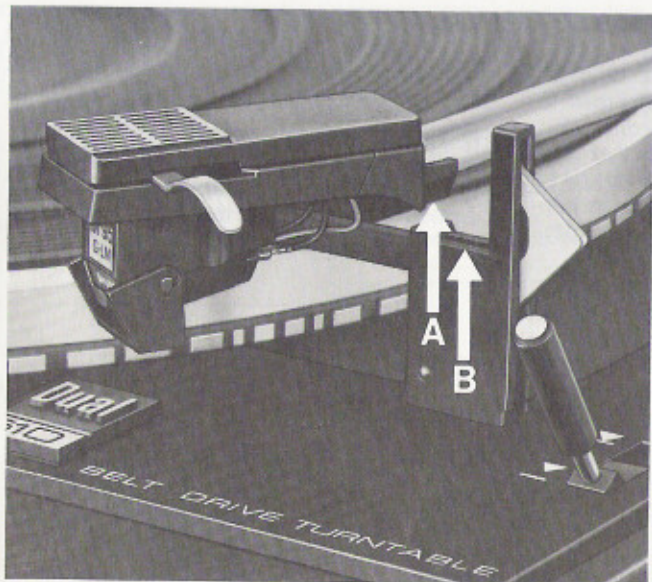

Fig. 18
Der Tonarm ist ausbalanciert, wenn Kante "A" des Tonarmkopfprofils und Kante "B" der Tonarmstütze auf gleicher Höhe sind (Fig. 18), oder wenn der Tonarm sich nach Antippen in vertikaler Richtung wieder von selbst in die horizontale Lage einpendelt, d.h. weder oben anstößt noch unten auf der Tonarmablage aufliegt. Beim Ausbalancieren
The tonearm is exactly balanced when edge "A" of the tonearm head profile is at precisely the same height as edge "B" of the tonearm rest (Fig. 18), or when the tonearm tapped vertically, returns automatically to a horizontal position. When balancing the tonearm, the automatic mechanism must be dis-
Le bras de lecture est équilibré, lorsque le bord „A” du profil de la tête et le bord „B” du support du bras sont au même niveau (fig. 18), ou lorsqu'après une légère pression verticale exercée sur le bras, celui-ci revient de lui-même à la position horizontale, c'est-à-dire qu'au lieu de se soulever jusqu'à la butée, il redescend, sans toutefois se reposer sur son support. Lors de l'équilibrage, le bras de lecture doit être découplé de la
De toonarm is uitgebalanceerd, zodra de onderzijde van „A” en de bovenzijde van „B” op gelijke hoogte blijven (fig. 18), of wanneer de toonarm, na lichte aanraking, uit zichzelf de horizontale positie inneemt, d.w.z. noch naar boven aantikt noch naar beneden op de steun ligt.
El brazo estará equilibrado cuando el canto „A” de la cabeza se encuentre a la misma altura que el canto „B” del soporte (fig. 18), o cuando al hacer oscilar el brazo verticalmente éste vuelva a su posición horizontal al encontrarse en reposo, es decir que no debe tocar por arriba ni apoyarse por abajo. Para equilibrar el brazo habrá que liberarlo de su dispositivo de accionamiento. A tal fin hay que elegir la posición **II** en el dispositivo de elevación/descenso del brazo y, eventual-
1. Ställ in skalorna för nåltryck (10) och antiskating (13) på „0”.
4. Finjustera balansen genom att vrida den räfflade delen av motvikten. Tonarmen är rätt balanserad när kanten A på monteringsbryggan ligger i nivå med kanten B på tonarmsstödet fig. 18. Om man nu vippar på tonarmen i vertikalläge, skall den av sig själv pendla tillbaka till horisontalläget. Vid utbalansering av tonarmen måste „start/stop” vredet stå i neutralläge så att tonarmen är frikopplad från automatiken. Om vredet inte står i neutralläge, ställ tonarmsnedlägget i läge **II** och snurra skivtallriken för hand medurs några varv.